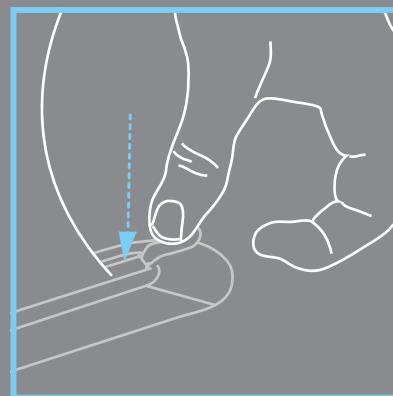

Imagen 2
Con firmeza, empuja el otro extremo de la quilla hacia abajo y fíjala en su lugar empujando el cierre del extremo hacia abajo. (Imagen 2).
Desatornilla la placa del tornillo (**Imagen 1**) y colócala en la ranura de la quilla por el hueco (**Imagen 2**). **CONSEJO:** Usa el tornillo para deslizar la placa hasta su lugar a lo largo de la ranura.
- Sujeta firmemente las dos correas del fondo a las anillas-D traseras (**Imagen 2**).